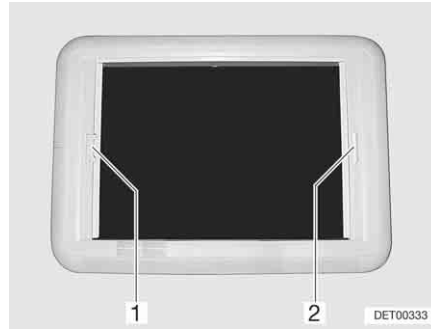

Fig. 73 Lanterneau Heki, verrouillage du store
- Tirer sur la poignée (Fig. 73,2) du store occultant jusqu'à toucher la poignée de la moustiquaire (Fig. 73,1) située vis-à-vis et la laisser s'enclencher.
- Avec l'autre main, tenir la poignée de la barre de déverrouillage de la moustiquaire (Fig. 73,1) dans la direction de la poignée. Le dispositif de verrouillage sera alors débloqué.
- Tirer sur la poignée (Fig. 73,1) de la moustiquaire jusqu'à toucher la poignée du store occultant (Fig. 73,2) située vis-à-vis et la faire s'enclencher.
- Tenir la moustiquaire (Fig. 73,1) par la poignée et pousser la barre de déverrouillage en direction de la poignée. Le dispositif de verrouillage sera alors débloqué.